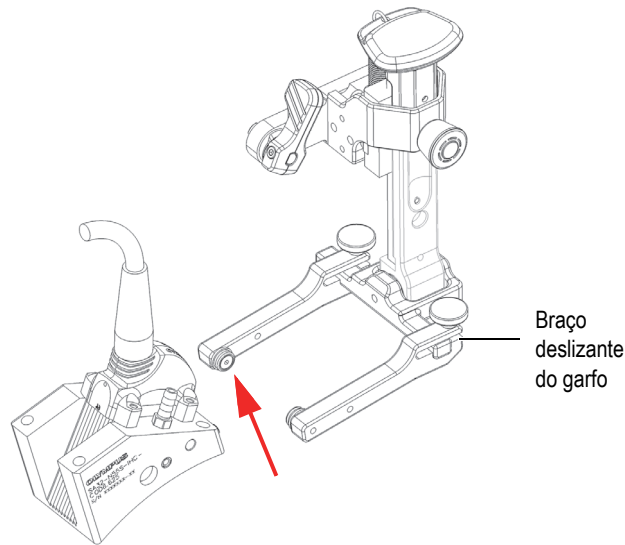

Figura 2-19 Alinhando o orifício do pivô do calço com o botão do braço da forquilha
3. Para reinstalar um conjunto de sonda/calço, alinhe os orifícios do pivô do calço com o botão do braço da forquilha que não está deslizado para fora (Figura 2-19 na página 50).